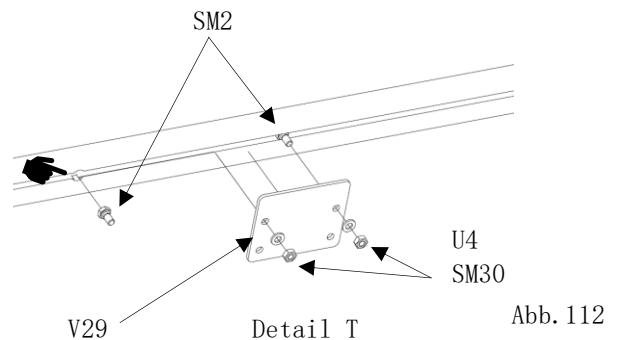

Abb. 112
- die Dachfenster mittig ausrichten! (Abb. 112)
- Siehe Frontansicht! (Abb. 112)